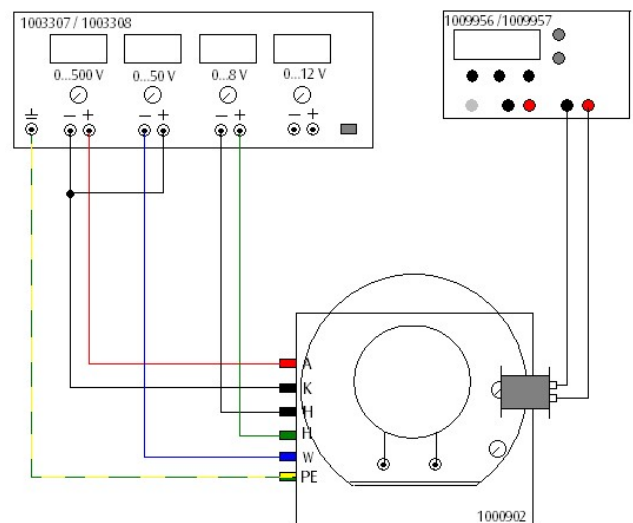

Fig. 6 Représentation oscilloscopique de signaux périodiques d'un générateur de fonctions.
- Fixez une bobine sur le côté droit de l'anneau métallique comme dans la fig. 6.
- Procédez au câblage comme le montre la fig. 6.